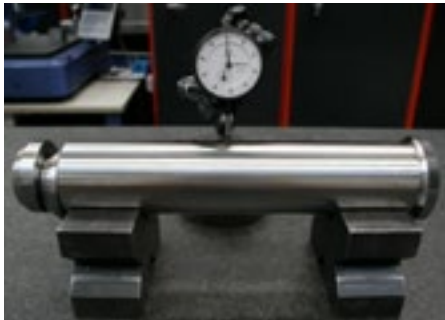

Fig.8
5.2 Effettuare almeno ogni 12 mesi un controllo sui perni per rilevare eventuali deformazioni (vedi **Fig.8**); è sufficiente verificare che il perno ruoti liberamente sul suo asse all'interno della staffa.
5.4 In caso si verificassero cedimenti improvvisi di funi / catene di sollevamento con conseguente sovraccarico su staffe e perni di sollevamento, sottoporre questi a controllo di cilindricità (vedi **Fig.8**) per verificare eventuali deformazioni; nel caso di errori superiori a 0,30 mm sostituire i perni interessati; sostituire le viti di fissaggio e verificare la corretta chiusura secondo la tabella riportata nel manuale.
5.5 In caso di urti accidentali nelle zone di imbracatura durante le operazioni di sollevamento movimentazione e ribaltamento, sottoporre i perni di sollevamento a controllo di cilindricità per verificare eventuali deformazioni; nel caso di errori superiori a 0,30 mm (vedi **Fig.8**) sostituire i perni interessati; sottoporre le staffe di sollevamento a controllo visivo per verificare eventuali deformazioni e nel caso sostituirle; sostituire le viti di fissaggio e verificare la corretta chiusura secondo la tabella riportata nel manuale.